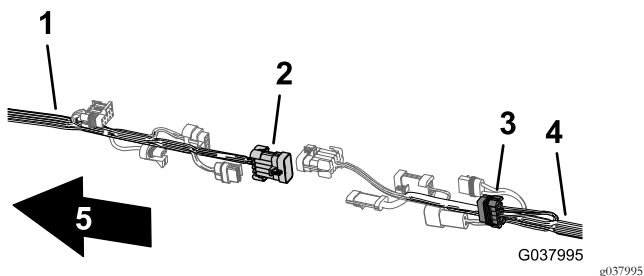

图110
6. 把用于打药车线束互连的前线束 10 针接头连接至用于打药车线束互连的后线束 10 插槽接头图110。